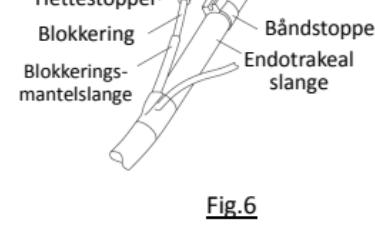

Fig.6
1. Flytt hettestopperen og roter (om nødvendig) og monter den på blokkeringsmantelslangen (Fig. 6).